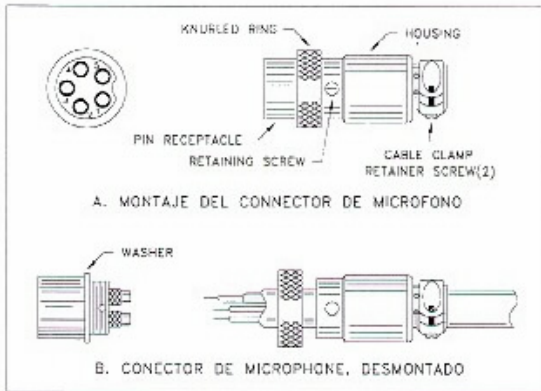

Fig. 2 Alambrado para el enchufe del micrófono
4. Pase el cable del micrófono a través de la cubierta, el anillo ranurado y la golilla (housing, knurled ring & washer) como se muestra en la Fig. 2.
6. Asegurese que la cubierta (housing) y el anillo ranurado (knurled ring) de la Fig. 2, sean empujados hacia el cable del micrófono antes de comenzar a soldar.